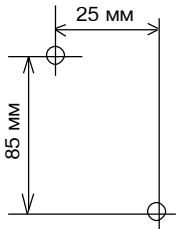

Рис. 47. Схема разметки для установки БРШС-РК
- произведите разметку отверстий для крепления БРШС-РК к стене и просверлите отверстия согласно рис. 47.